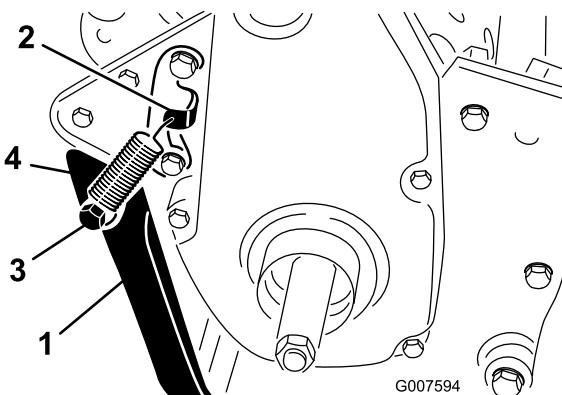

図5
- 後フレームについている取り付け穴にキック・スタンドを合わせておいて、スプリングを、スプリング・ブラケットの穴とスプリング・リテーナの穴に引っ掛ける(図5)。
- ボルト、ロックワッシャ、スペーサ、平ワッシャ、ロックナットを使って、キック・スタンドをフレームの左右に固定する(図5)。